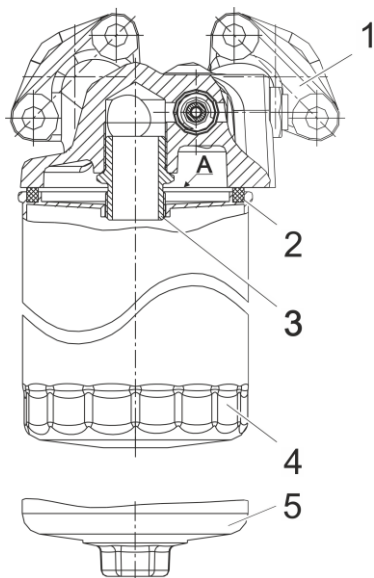

Рис. 32. Фильтр масляный со сменным фильтром для масла:
С мая 2013 года двигатели ЯМЗ комплектуются фильтром масляным 658.1012010 со сменным фильтром для масла (рисунок 32).
2. Отвернуть сменный фильтр для масла 4 (рисунок 32). В случае затруднённого отворачивания сменного фильтра использовать специальный съёмник.